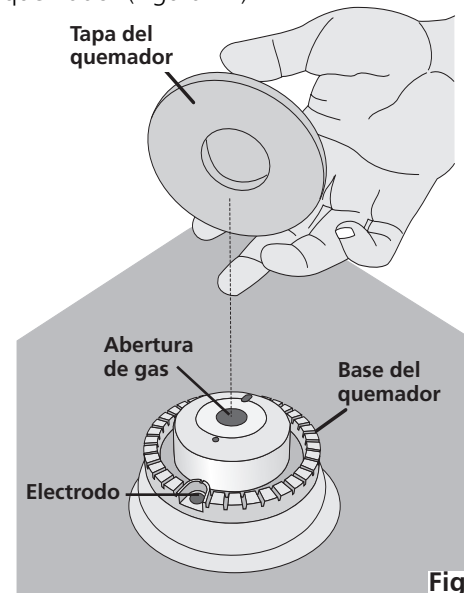

Figura 14
B. Quemadores regulares: Las bases y las tapas de los quemadores se encuentran sobre la superficie. Remueva todas las cintas de las bases de los quemadores y verifique que estos se encuentren acomodados correctamente sobre la base del quemador (Figura 14).